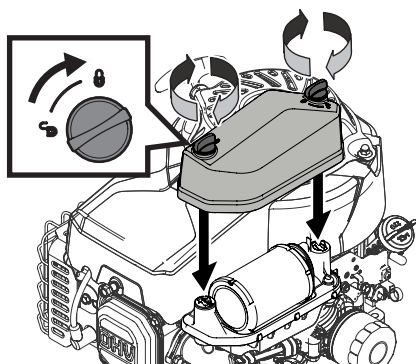

Figura 15
- Coloque la tapa del filtro de aire (Figura 15). Gire tornillos en sentido horario hasta que quede ajustado. Revise si hay desalineación.